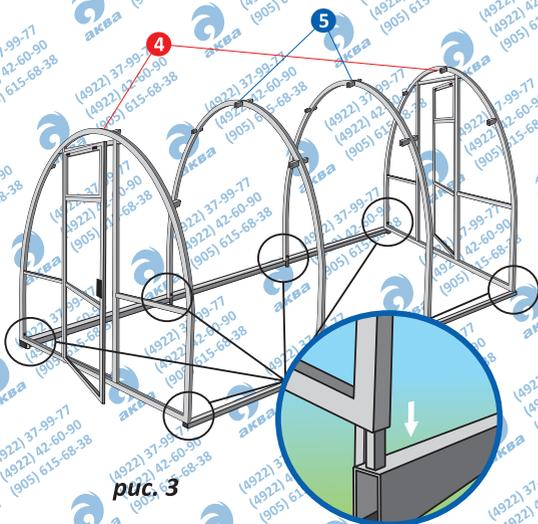

рис. 3
4. Устанавливаем цельносварной торец и проходные дуги на штыри основания теплицы как показано на рис. 3, проходные дуги одеваются одновременно на грунтозацепы (закладные) и штыри основания; соединяем всю конструкцию на кровельные саморезы с внутренней стороны теплицы.